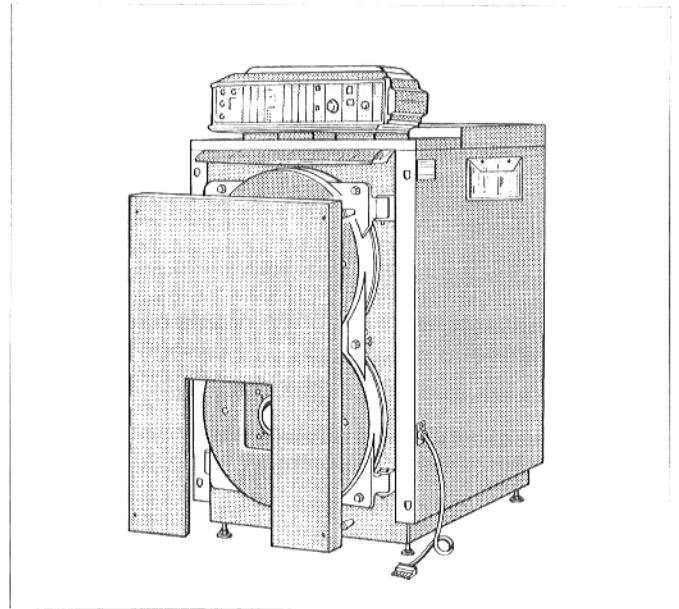

Fig. 17
Il pannello anteriore viene appeso dopo la messa in esercizio utilizzando i 4 perni di alluminio da inserire nelle fessure della piegatura anteriore dei pannelli laterali (Fig. 17).
- Agganciare il pannello anteriore con i perni di alluminio nelle fessure della piegatura dei pannelli laterali e premere (Fig. 17).